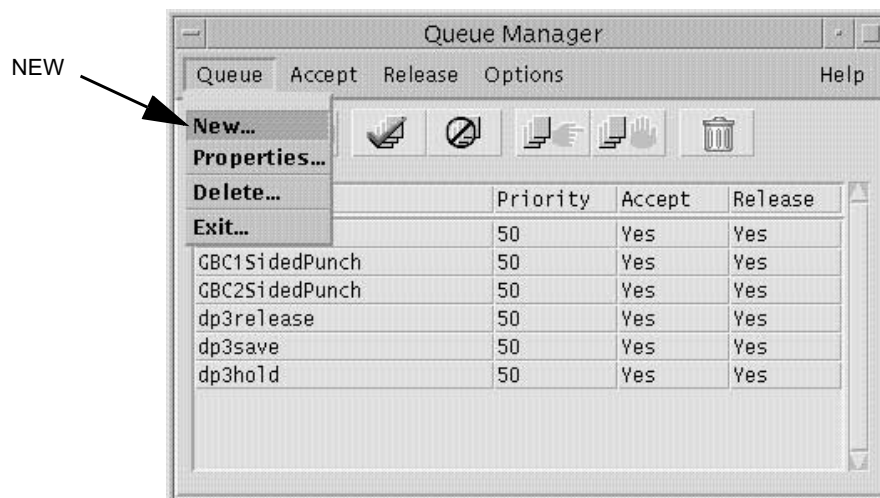

Figure 1-17: Le menu Queue de Queue Manager
- 2 Déroulez le menu **Queue (File d'attente)** à partir de la barre d'outils et sélectionnez **New (Nouveau)**, voir Figure 1-17.